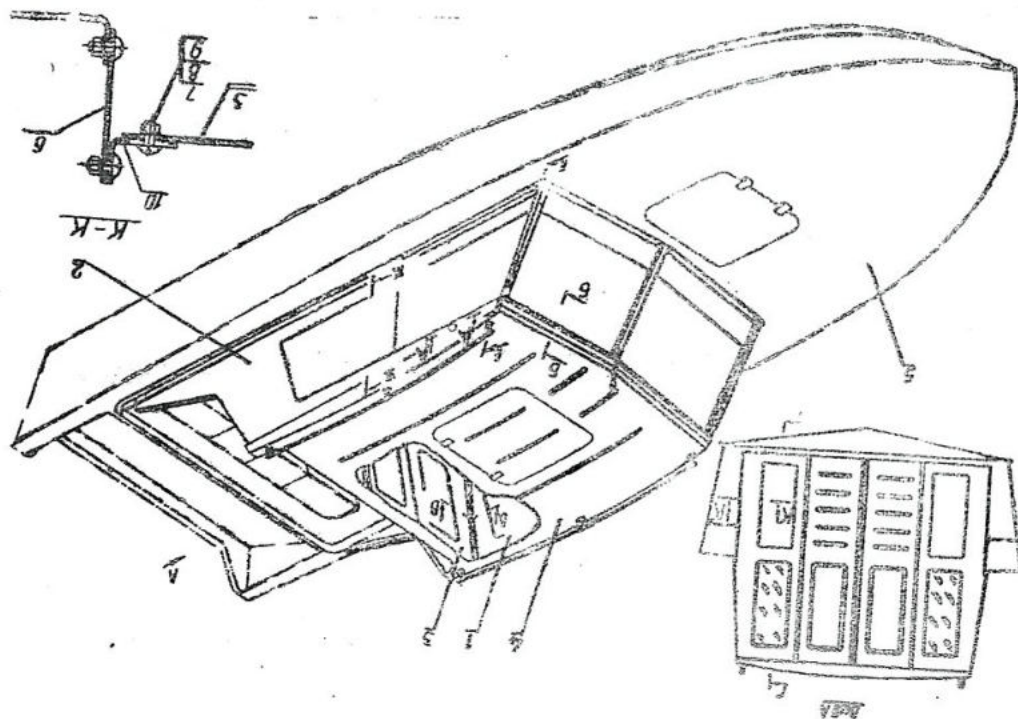

Рис. 4.
5. 5. 6. На заднюю панель установить профиль (10) (рис. 4) и закрепить его винтами. Гайки на винтах завернуть от руки.
5. 5. 7. К профилю (10) прикрепить с помощью винтов косынку (6) (рис. 4).